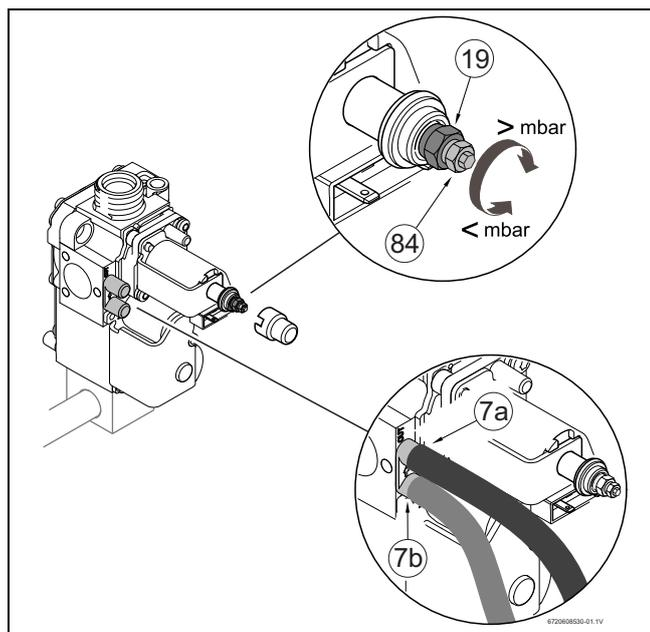

Fig. 27 Robinet de gaz
- ▶ Retirer le capuchon de la vis de réglage du gaz (19) (fig. 27).
- ▶ Gaz naturel : régler la consommation maximale à l'aide de la vis de réglage (19) (tabl. 10).